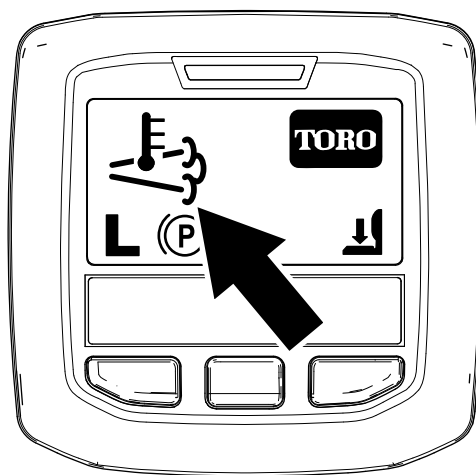

Рисунок 45
- Значок высокой температуры выхлопа отображается на экране инфо-центра (Рисунок 45).